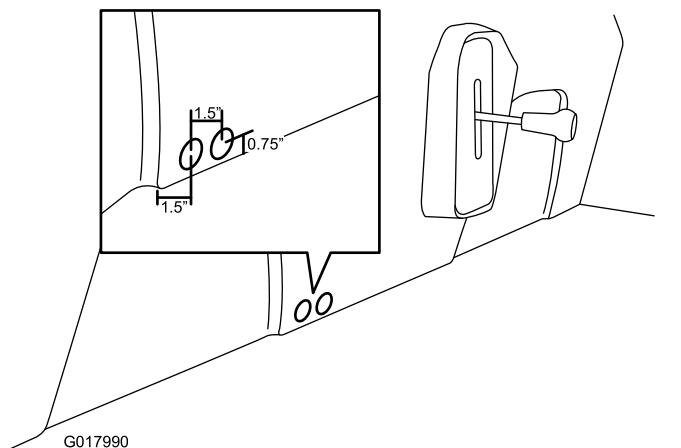

Figura 25
1. Contrassegname e praticate 2 fori nella base del sedile utilizzando una sega a tazza (1"), come illustrato nella Figura 25.